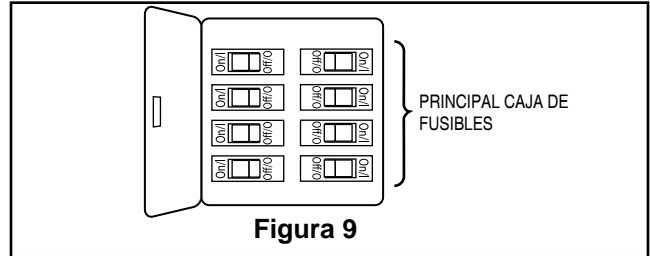

Figura 9
7. Corte el exceso de cable aproximadamente de 15 a 23 cm (6 a 9 pulgadas) por encima de la parte superior del barral. Pele 1,2 cm (1/2") del aislamiento en cada extremo del cable. (Figura 9)
Para evitar una posible descarga eléctrica, asegúrese de cortar la alimentación eléctrica de la caja de fusibles principal antes de colgar el ventilador. (Figura 9)